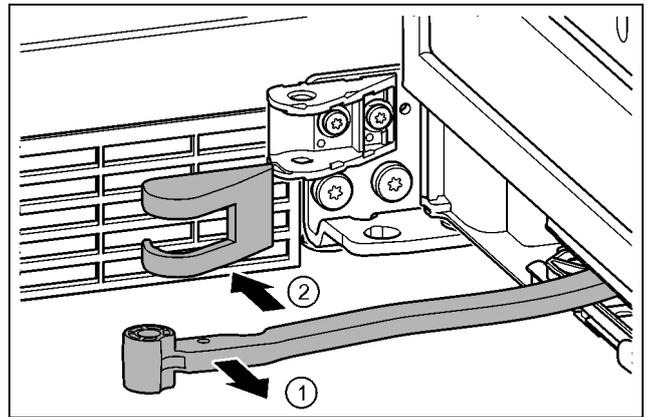

Fig. 16
► Ruotare lo snodo in direzione della porta. Fig. 16 (1)
► Rimuovere la copertura del blocco di supporto. Fig. 16 (2)